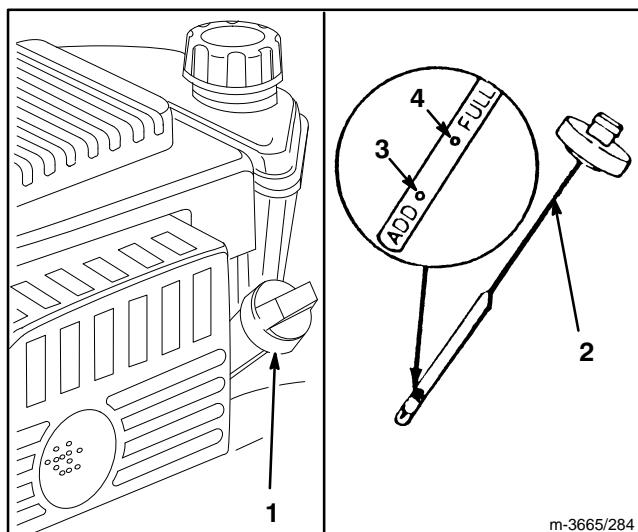

Figure 7
Remplir le carter moteur d'huile SAE 30 ou 10W30 jusqu'à ce que le niveau atteigne le repère du plein (FULL) de la jauge comme illustré à la figure 7. La capacité maximale du carter d'huile est de 65 cl (22 onces). Toutes les huiles de classe SF, SG, SH ou SJ (classification API American Petroleum Institute), sont acceptables. Avant chaque usage, s'assurer que le niveau d'huile se situe entre les repères ADD et FULL (fig. 7). Ajouter de l'huile suivant les besoins.
3. Essuyer la jauge et l'insérer dans le tube de remplissage. Faire tourner le bouchon d'1/4 de tour. Retirer à nouveau la jauge et vérifier le niveau d'huile (fig. 7). Si ce niveau est insuffisant, ajouter juste assez d'huile pour que celui-ci atteigne le repère FULL sur la jauge. **NE PAS REMPLIR AU DELÀ DU REPÈRE "FULL." CECI RISQUERAIT D'ENDOMMAGER LE MOTEUR AU COURS DU DÉMARRAGE. VERSER L'HUILE LENTEMENT.**
1. VÉRIFIER LE NIVEAU D'HUILE — Maintenir le niveau d'huile entre les repères ADD et FULL sur la jauge (fig. 7).